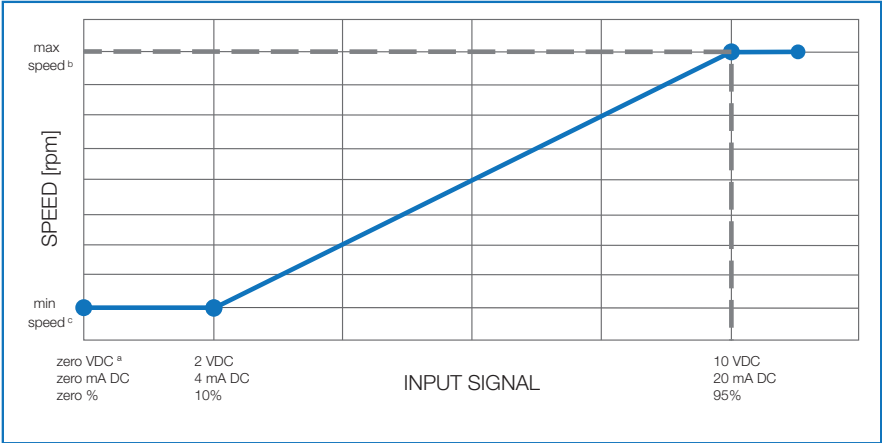

图8 - 控制输入参考
WEG EC 电机的运行速度可以通过直流电压信号、直流电流信号或频率信号进行调整。电机的运行速度将根据图 8 的规定进行。
- 根据图 8，将控制信号 (第 5.2 条) 连接到外部速度控制器；
- 顺时针方向 (CW) 旋转 CTR 以增加运行速度；